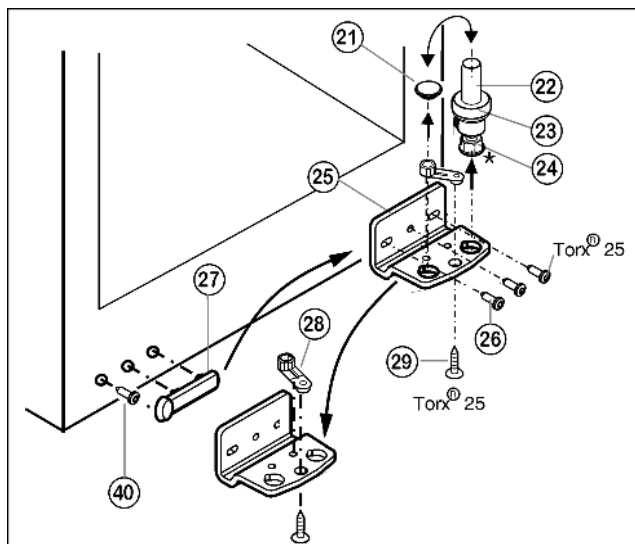

Fig. 5
- ▶ Извлеките опорный винт Fig. 5 (22) в комплекте с шайбой Fig. 5 (23) и регулируемой опорой* Fig. 5 (24), вытягивая его вверх.
- ▶ Снимите пробку Fig. 5 (21).
- ▶ Открутите Fig. 5 (26) опорный кронштейн Fig. 5 (25).
- ▶ Открутите Fig. 5 (29) опорную деталь Fig. 5 (28) и, переставив в отверстие на противоположной стороне опорного кронштейна, снова прикрутите.
- ▶ Осторожно снимите и переставьте на противоположную сторону крышку со стороны ручки Fig. 5 (27) и винт Fig. 5 (40).
- ▶ Снова прикрутите опорный кронштейн Fig. 5 (25) на новой стороне шарнира (с моментом 4 Нм). При необходимости используйте аккумуляторный шурупверт.
- ▶ Переставьте пробку Fig. 5 (21) в свободное отверстие.
- ▶ Вновь установите опорный винт Fig. 5 (22) в комплекте с шайбой и регулируемой опорой*. При этом фиксатор должен быть направлен назад.
- ▶ Установите дверцу сверху на нижний опорный палец Fig. 5 (22).
- ▶ При необходимости выровняйте дверцы через два продольных паза в нижнем опорном кронштейне Fig. 5 (25) параллельно корпусу устройства. Для этого выкрутите средний винт.